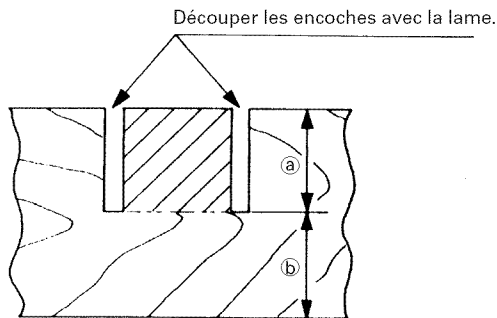

Fig. 47
Les encoches dans les pièces se découpent comme indiqué à la Fig. 47 en réglant le boulon de réglage de la profondeur de 8mm.
- (1) Desserrer l'écrou à oreilles de 8mm et tourner le boulon de réglage de la profondeur de 8mm à la main.
- (2) Régler la profondeur de coupe voulue en réglant la distance entre la lame et la surface du socle (voir ⑥ à la Fig. 47).
- (3) Quand le réglage est terminé, bien resserrer l'écrou à oreilles de 8mm.